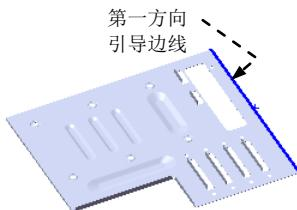
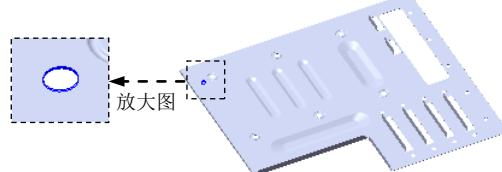

图 17.10.119 阵列引导边线
图 17.10.120 创建孔 8
(1) 选择命令。选择下拉菜单 **插入(I)** → **阵列/镜向(E)** → **线性阵列(L)...** 命令，系统弹出“线性阵列”对话框。
(2) 定义阵列源特征。单击 **要阵列的特征(E)** 区域中的文本框，选取设计树中的孔 7 作为阵列的源特征。
(3) 定义阵列参数。单击 **方向 1** 区域中 后的文本框，选取图 17.10.119 所示的边线为方向 1 的参考边线。在 **方向 1** 区域的 **数量** 文本框中输入数值 80.0，在 **间距** 文本框中输入数值 5。
(4) 单击 按钮，完成阵列（线性）3 的创建。
Step38. 创建图 17.10.120 所示的零件特征——孔 8。